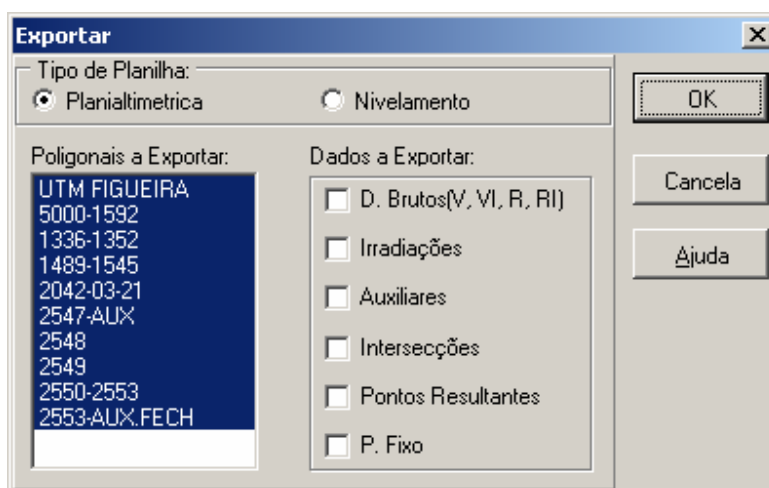

Figura 3.1 – Seleção da (s) poligonal (is) e do (s) dado (s) a ser (em) exportado (s).
b) **Civil (SoftDesk)**: Permite salvar os projetos desenvolvidos no DataGeosis em um formato (*.fbk) que possibilita sua abertura no software Civil (SoftDesk). Para isso, selecione o menu **Arquivo** ⇒ **Salvar Como**. A caixa mostrada na Figura 3.1 será apresentada. Em **Salvar com o tipo** selecione a opção **Civil (SoftDesk)**, dê um nome para o arquivo e clique em . A seguinte caixa será apresentada:
a) **AutoCad (*.dwg, *.dxf)**: Salva os arquivos de projetos desenvolvidos no DataGeosis 2005 nos formatos DWG e DXF, possibilitando o salvamento dos arquivos das versões R12 à 2004. Para isso, selecione o menu **Arquivo** ⇒ **Exportar Arquivo**. A caixa mostrada na Figura 3.1 será apresentada. Em **Salvar como** selecione o formato que se deseja exportar o arquivo, dê um nome para o arquivo e clique em . A seguinte caixa será apresentada:
b) **AutoCad (*.dwg, *.dxf)**: Salva os arquivos de projetos desenvolvidos no DataGeosis 2005 nos formatos DWG e DXF, possibilitando o salvamento dos arquivos das versões R12 à 2004. Para isso, selecione o menu **Arquivo** ⇒ **Exportar Arquivo**. A caixa mostrada na Figura 3.1 será apresentada. Em Salvar como selecione o formato que se deseja exportar